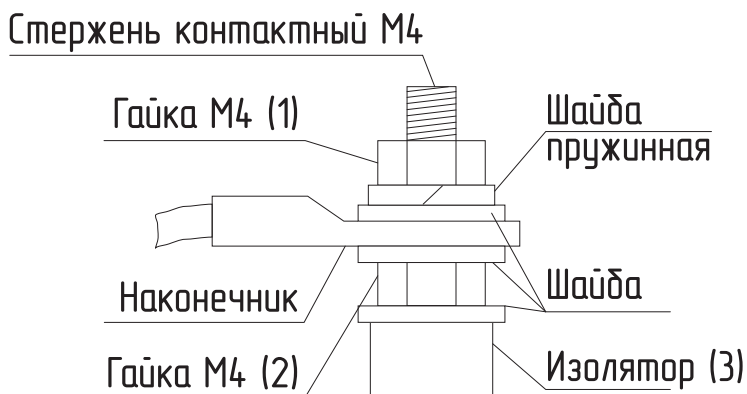

Рис.16 Присоединение проводов к выводам блок ТЭН
- при замене блок ТЭН присоединение фазных проводов к выводам блок ТЭН производить согласно **Рис.16**. Сечение кабеля указано в таблице 1 и 2;
- провод нейтрали «N» подключить на перемычку блока ТЭН (**Рис.16**).